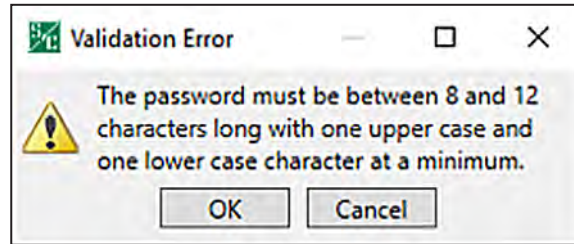

Figura 119. Caixa de diálogo de Erro de Validação.
**PASSO 6.** Se a senha não for validada com sucesso, é exibida a caixa de diálogo Validation Error (Erro de Validação). Ver Figura 119 na página 224. Clique no botão **OK** para uma nova tentativa de alteração da senha. Vá para o Passo 3 na página 222.